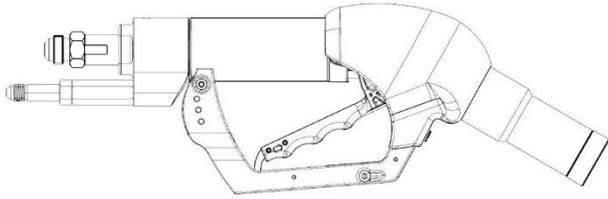

Figure 2 – Position ARRET de levier
1. Retirez le pistolet de sa position de repos et vérifiez que le levier se trouve en position basse déverrouillée ARRET (Figure 2).